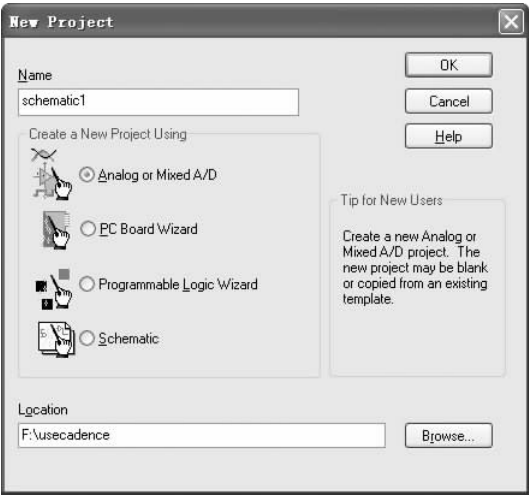

图 3-27 “New Project (新建工程)”对话框
1. 选择菜单栏中的“File (文件)”→“New (新建)”命令或单击“Capture”工具栏中的“Create document (新建文件)”按钮 ，弹出如图 3-27 所示的“New Project (新建工程)”对话框。